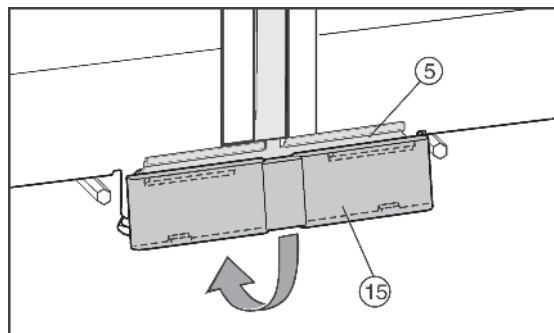

Fig. 11
- Mettre en place le cache Fig. 11 (15) inférieur par le haut sur la tôle de jonction Fig. 11 (5) et le faire encliqueter en bas.